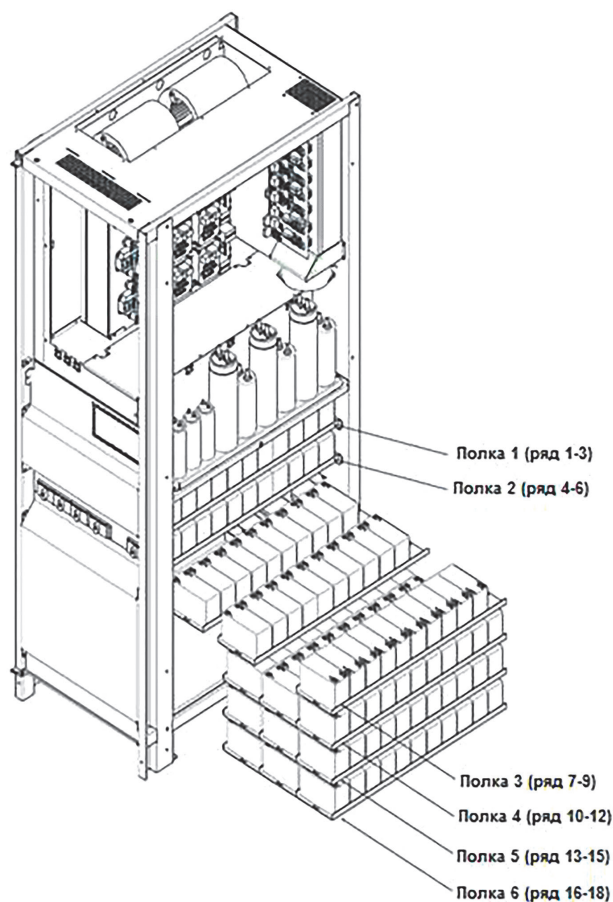

Рисунок 9 – Кабельная разводка держателя предохранителя ВСВ
1) Удалите шесть винтов, чтобы открыть левую / правую боковую крышку и получить доступ к батарейным лоткам. (Всего имеется 6 лотков, каждый из которых содержит три ряда из 10 батарей, см. рисунок 9 и 10).